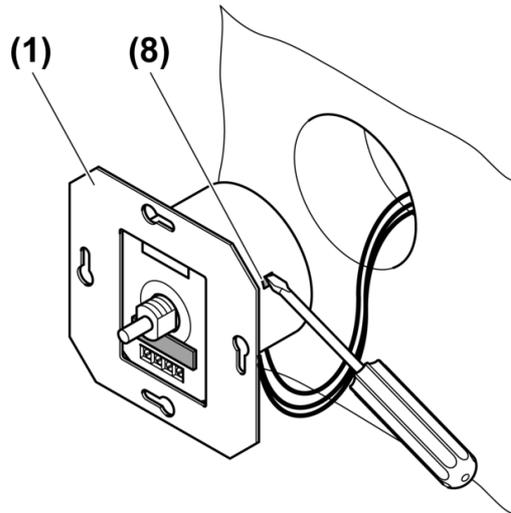

Bild 4: Grundhelligkeit einstellen
- (1) Dimmer
(8) Einsteller Grundhelligkeit
- Grundhelligkeit durch Drehen des seitlichen Einstellers (8) einstellen (Bild 4).